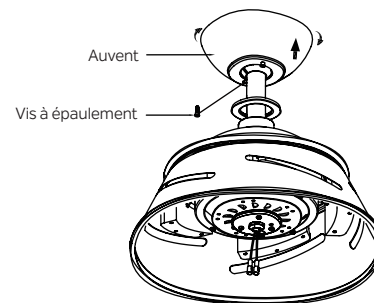

Fig. 16
Étape 2. Assemblez l'auvent en tournant la fente de la clé dans l'auvent sur la vis à épaulement dans le support de montage. Réinstallez la vis à épaulement précédemment retirée, puis serrez fermement les deux vis à épaulement. (Fig.16)